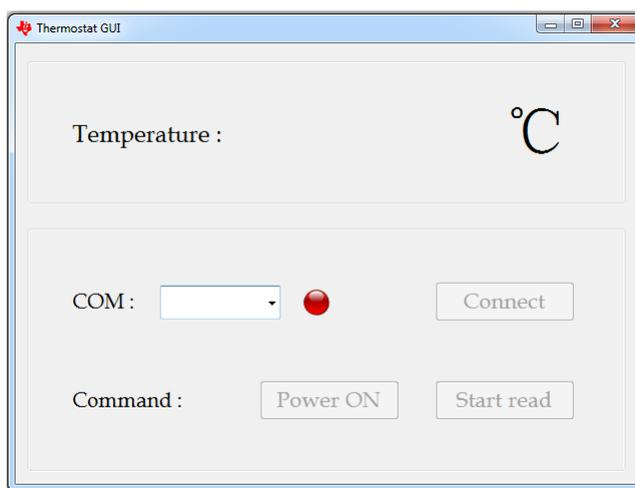

图 12. 启动画面
2. 启动 tidc669.zip 的 Software\GUI 文件夹中的 TIDM-FRAM-Thermostat GUI。GUI 运行时，会显示图 12 所示的画面。